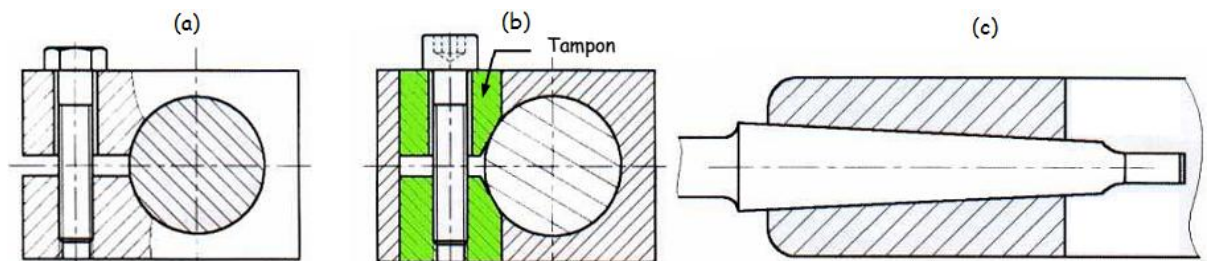

Fig. 10: Assemblage par adhérences
9. Assemblage par adhérence : (fig. 10)
A. Par déformation ou pincement : (fig. 10-a-)
B. Par tampons tangents : (fig. 10-b-)
C. Par coincement : (fig. 10-c-)